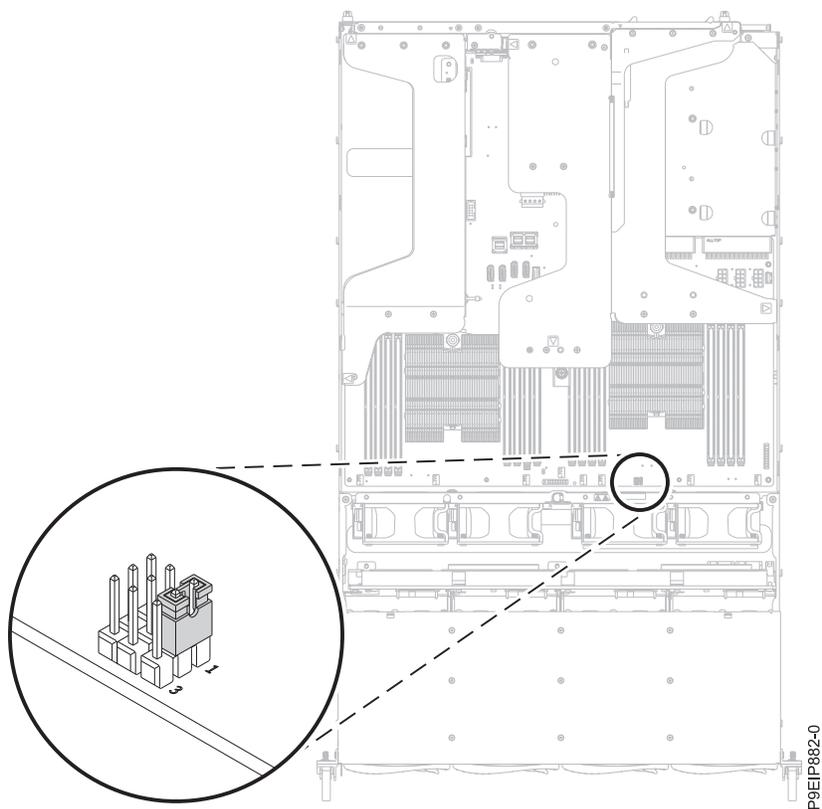

図 40. ジャンパー設定
3. 示された位置にあるジャンパー設定が、ピン 1 と 2 の上に設定されていることを確認します (43 ページの図 40 を参照)。ピン 3 は、システムの前面に最も近いピンです。ピン 1 は、システムの背面に最も近いピンです。